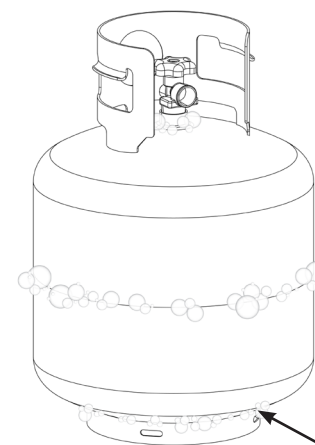

Imagen 01
1. Usa una brocha limpia para aplicar una solución de jabón suave y agua en proporción 10/90 en las áreas de unión del cilindro de GLP (indicadas por flechas en la Imagen 01).